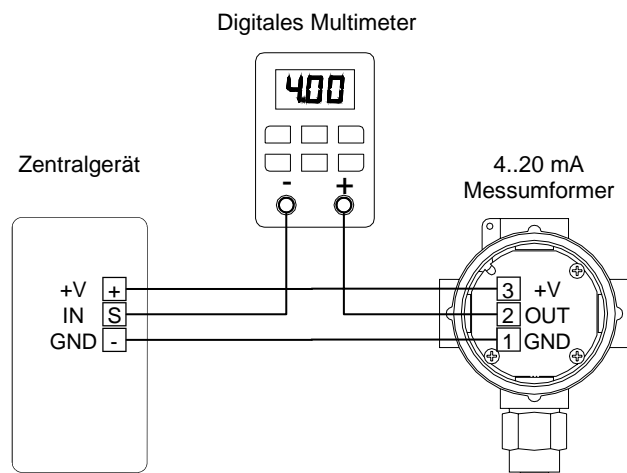

Abb. 2: Anschluss eines Multimeter zur Signalmessung.
Die Überprüfung wird mit Probegas durchgeführt, wobei die exakte Konzentration bekannt und zertifiziert ist. Gleichzeitig wird das Ausgangssignal des Sensors, wie in Abb. 2 gezeigt, gemessen.
Schließen Sie ein Multimeter an, wie in Abb. 2 gezeigt, um das Ausgangssignal von 0...22 mA zu messen.
- Messgerät anschließen (siehe Abb. 2);
- Schließen Sie die Testgasflasche mit definiertem und zertifiziertem Gemisch (50% UEG) via Adapter an den Sensor an (Abb. 2). Das zu erwartende Stromsignal beträgt 12,0 mA ± 0.4 mA . Nach dem Öffnen der Gasflasche dauert es ungefähr 1 Minute bis sich der Sensor stabilisiert hat und der Transmitter einen konstanten Messwert via Stromsignal ausgibt. Beachten Sie die maximale Strömungsgeschwindigkeit (0,2 ... 0,4 l/min).